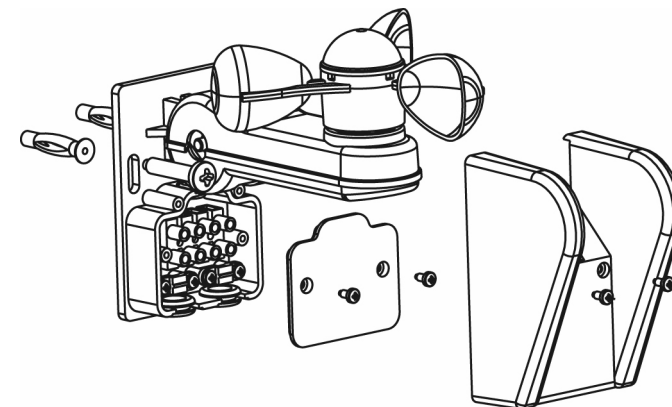

Fig.1
- Deze inrichting moet buitenshuis geïnstalleerd worden met de knikarm in de horizontale positie (zie afb. 1).